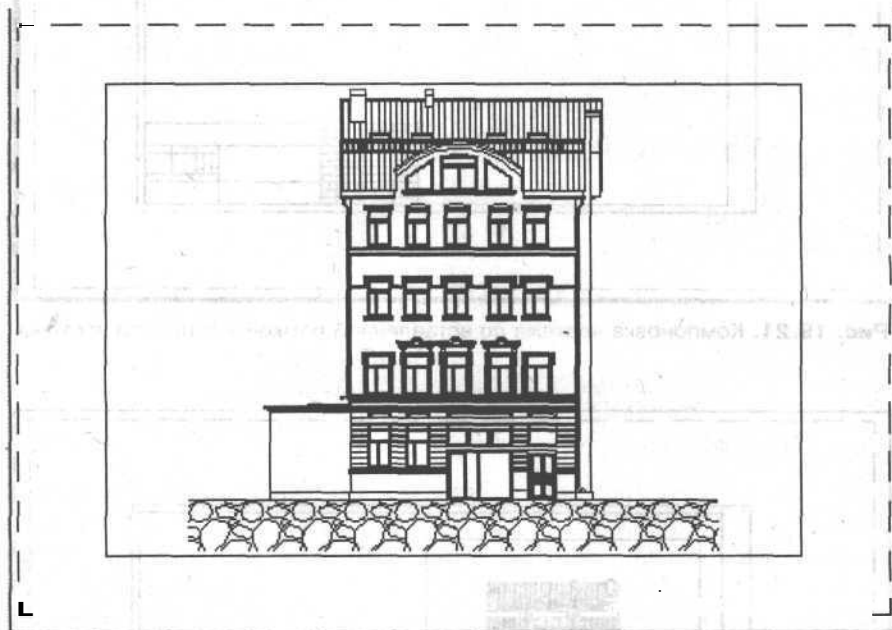

Рис. 19.20. Компоновка после настройки параметров страницы
1. Щелкните мышью на любой вкладке **Layout** (Лист) в нижней части графической зоны окна программы. Появится лист с одним видовым экраном (рис. 19.20).
3. Щелкните на кнопке **Apply to Layout** (Применить к листу), чтобы настройки печати были присвоены выбранному листу. Щелкните мышью на кнопке **OK** для выхода в пространство листа для размещения видов в плавающих видовых экранах. Как и ранее, появится заказанный лист бумаги с единственным видовым экраном и границами области печати, отмеченными прерывистыми линиями (рис. 19.20).